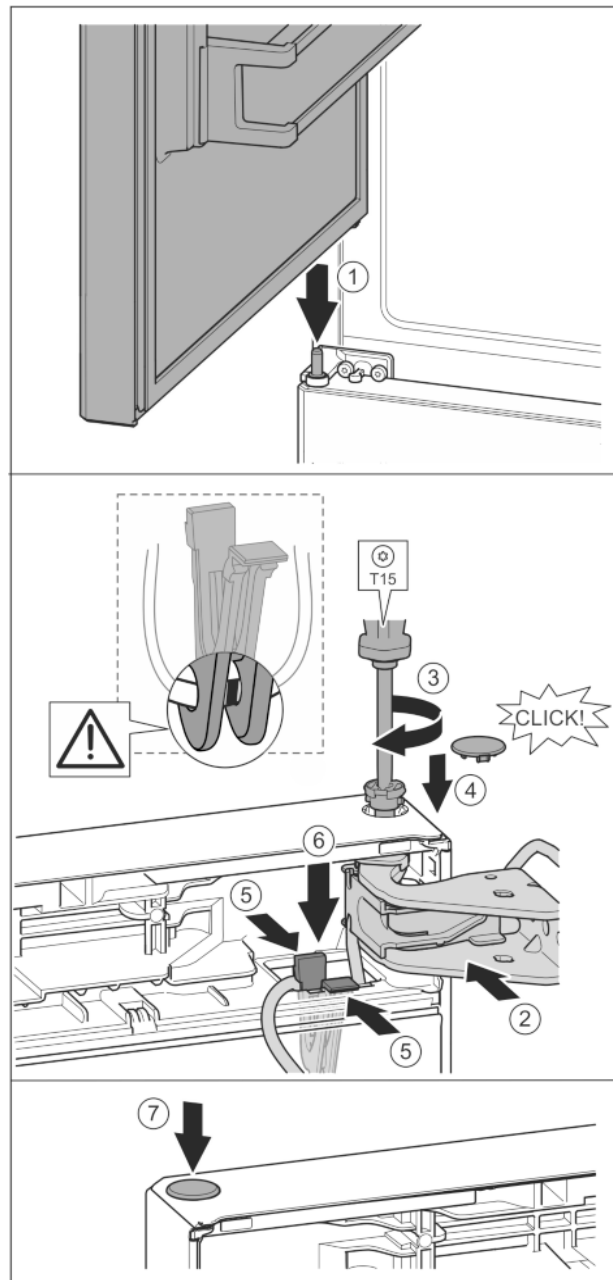

Fig. 36
- ▶ Horní dveře usadte na prostředním ložiskovém čepu Fig. 36 (1)
- ▶ Dveře nahoře vyrovnejte s otvorem ve stojanu ložiska. Fig. 36 (2)
- ▶ Vložte čep a pevně jej utáhněte šroubovákem T15. Fig. 36 (3)
- ▶ K zajištění dveří namontujte bezpečnostní kryt: Bezpečnostní kryt nasadte a zkontrolujte, zda přiléhá na dveře. V opačném případě čep zcela zasuňte. Fig. 36 (4)
- ▶ Držák s upevněným kabelem vložte do otvoru. Fig. 36 (5)
- ▶ Tlačte držák dolů, až lamela zapadne. Fig. 36 (6)
- ▶ Vložte zátku. Fig. 36 (7)